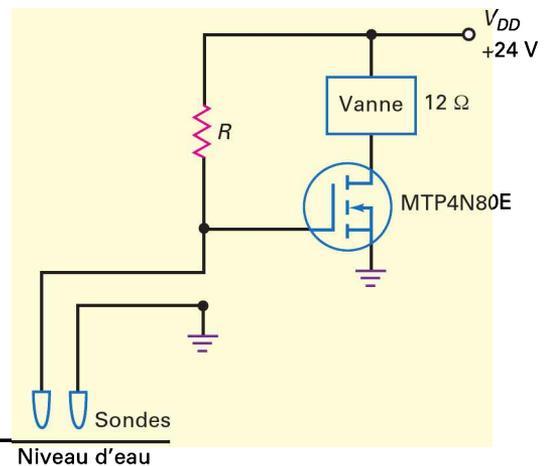

Figure 12.56
12.29 La tension d'alimentation de la figure 12.56 devient 12 V et la vanne hydraulique est remplacée par une autre ayant une résistance égale à 18 Ω. Que vaut le courant dans la vanne quand les sondes sont dans l'eau ? Quand elles sont hors de l'eau ?